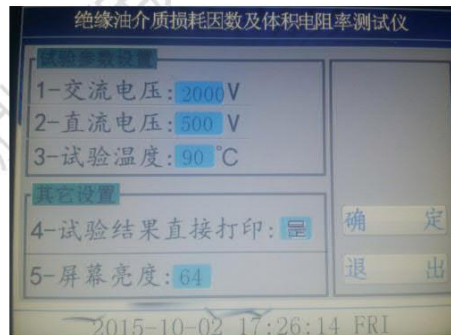
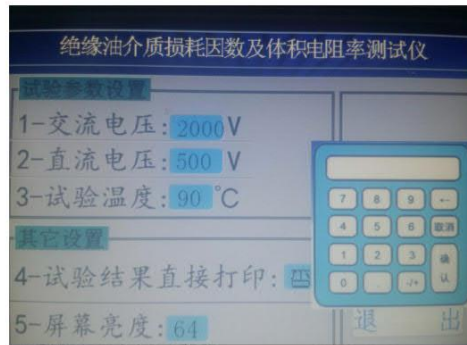

图 4
图 5
3、在图 3 界面下, 按试验条件键, 设备进入下一级菜单如图 4;
4、在图 4 界面中, 可以分别对试验参数进行设置, 图中是设备的默认参数, 如需改动, 只要点击需要改动的参数, 就会自动弹出一个键盘, 如图 5,